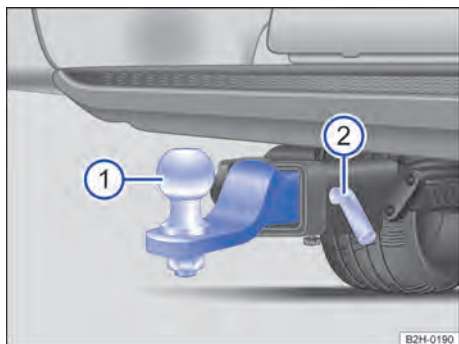

Fig. 83 Sob o para-choque traseiro: montar a rótula de engate.
- Empurrar a rótula de engate ⇒ Fig. 83 (1) até o batente no alojamento.
- Empurrar o pino de travamento (2) no alojamento e travar com o pino de bloqueio ⇒ .